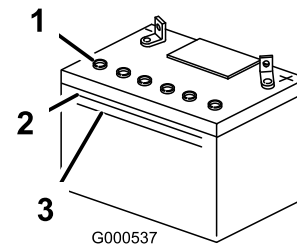

Figure 40
- Observez le côté de la batterie. Le niveau de l'électrolyte doit atteindre le trait **supérieur** (Figure 40). Le niveau d'électrolyte ne doit pas descendre au-dessous du trait inférieur (Figure 40).
- Enlevez les bouchons d'aération de la batterie (Figure 40).
4. Versez de l'eau distillée avec précaution dans chaque élément jusqu'au repère supérieur (Figure 40) sur le côté de la batterie.
5. Attendez cinq à dix minutes après avoir rempli les éléments. Au besoin, ajoutez de l'eau distillée pour amener le niveau jusqu'au repère supérieur sur le côté de la batterie (Figure 40).